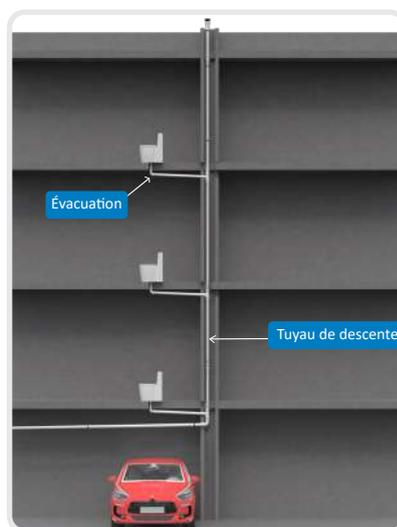

Figure 6. Schéma ventilation primaire.
- Installation d'une vanne d'aération (Figure 6).